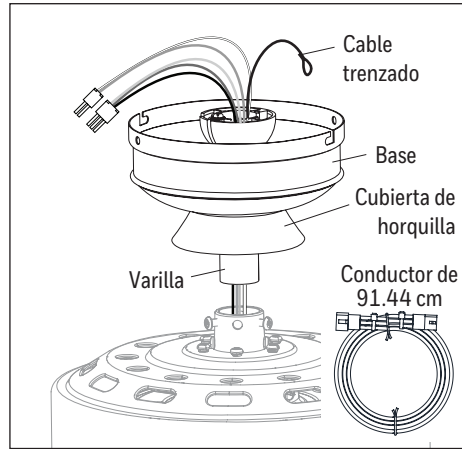

Figura 3.2
2. Inserte la varilla a través de la base y la cubierta de la horquilla. Pase los conductores y el cable trenzado del ventilador a través de la varilla y luego a través de la bola de la varilla. Según la longitud de la varilla que utilice, es posible que tenga que utilizar los cables conductores de 91.44 cm para alojar una varilla de 91.44 cm o 121.92 cm (se venden por separado). Cuando sea necesario, conecte el conector de 3 clavijas y 2 clavijas que se extiende desde el centro de la varilla a un extremo de los cables conductores de 91.44 cm. **Nota:** la varilla que se incluye con este ventilador no utilizará el cables conductores de 91.44 cm (Figura 3.2).